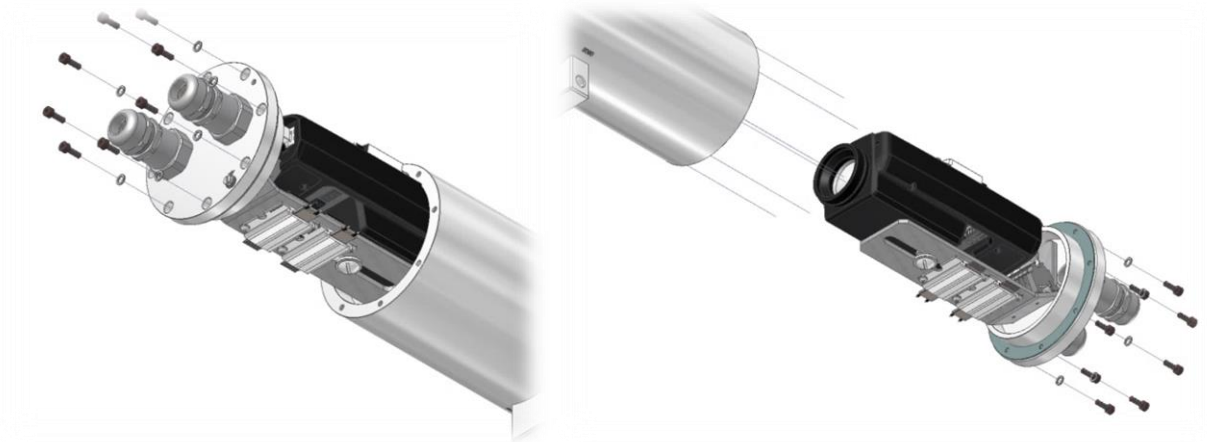
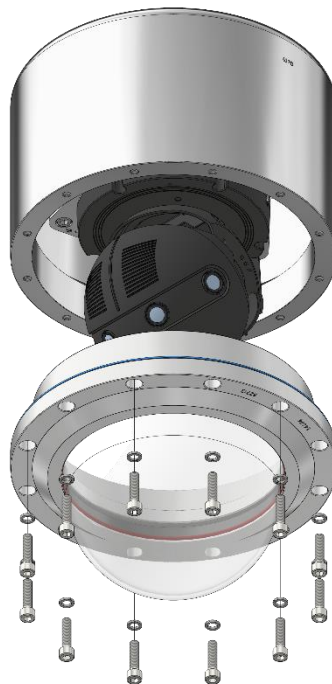

Fig.6-3: Abertura da ExCam T08-VAx.x.x.x
Fig.6-4: Exceção ExCam T08-VA4.1K.PS1
- O flange de cabos e de alimentação tem que ser puxado cuidadosamente e completamente alinhado na vertical para trás (comp. Fig.6-3). Existe o perigo de emperramento! Devido à subpressão criada, em certas circunstâncias, a remoção do flange pode ser difícil. Exceção: Não há cabo e flange do alimentador para os modelos da série ExCam T08-VA4.1K.PS1. O flange óptico é aberto aqui (consulte a Fig. 6-4).